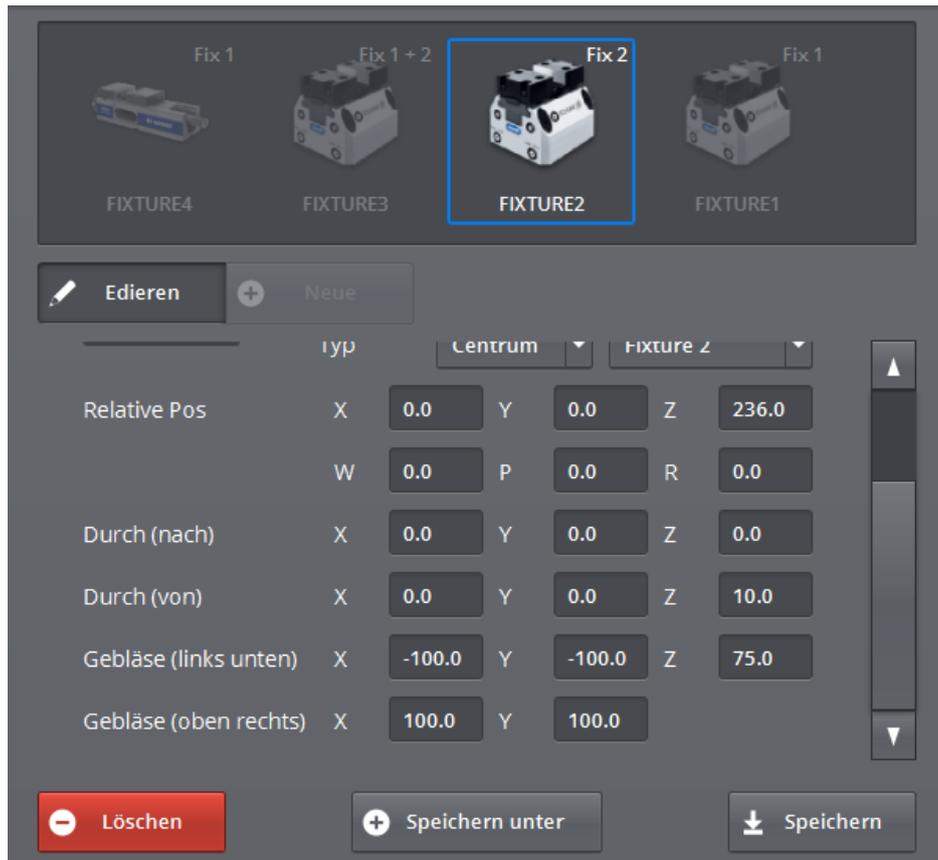

Abbildung 74 - Einspannungen bearbeiten (2)
Neben dem Namen, der Abbildung und der Höhe kann die relative Position eingegeben werden (relativ zum Nullpunkt des Maschinentisches) und der Standard Smooth von und nach kann eingegeben werden. Ferner lässt sich hier ein Default Airblow-Rechteck definieren (siehe Abbildung 74 - Einspannungen bearbeiten (2)). Bei der Definition eines Rechtecks werden zwei Koordinaten verwendet. Das erste bezieht sich auf die linke untere Ecke des Rechtecks und das zweite auf die rechte obere Ecke. Man stellt sich also vor, dass die Einspannung sich in der Mitte befindet und definiert darum herum ein Rechteck. Hinweis: Die Angabe dieser zwei Koordinaten erfolgt immer relativ zur Einspannung. Also bedeutet die Angabe X = 5 eine Bewegung um 5 mm rechts von der Einspannung.